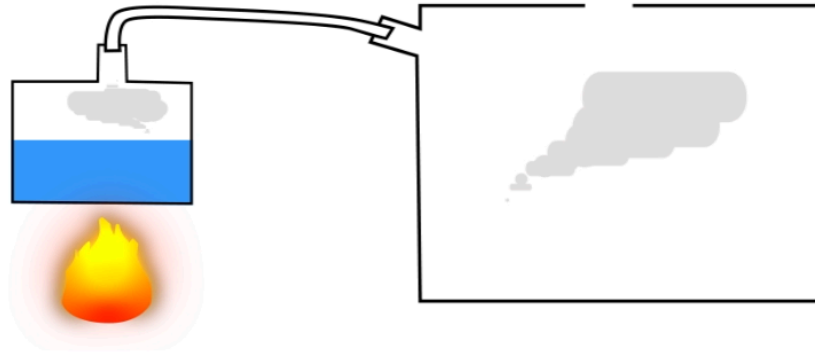

Рис. 30 Удаление топливных паров
- **Удалите из бака топливные пары и воздух** (особенно для бака из-под бензина, но и в случае с дизелем не стоит пренебрегать данной процедурой, так как в дизель могли добавлять бензин); для этого, вы можете нагреть воду до температуры кипения и направить образующийся пар в бак или использовать углекислый газ для того, чтобы он вытеснил топливные пары и воздух; убедитесь, что любые источники открытого огня достаточно удалены от топливного бака (**Рис. 30**)